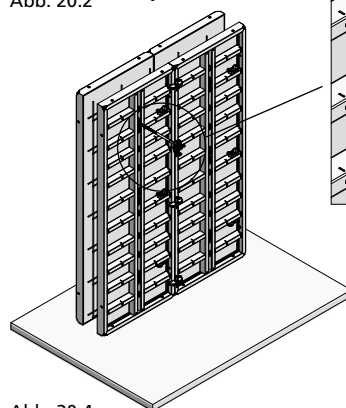

Abb. 20.4
5. XT-Anker DW 20 durch die Kombi-Ankerstelle von der Schließschalungsseite aus in die Kombi-Ankerstelle des Stellschalungselementes eindrehen (Abb. 20.4). Eine Gelenkflanschmutter auf der Stellschalungsseite wird nicht benötigt.